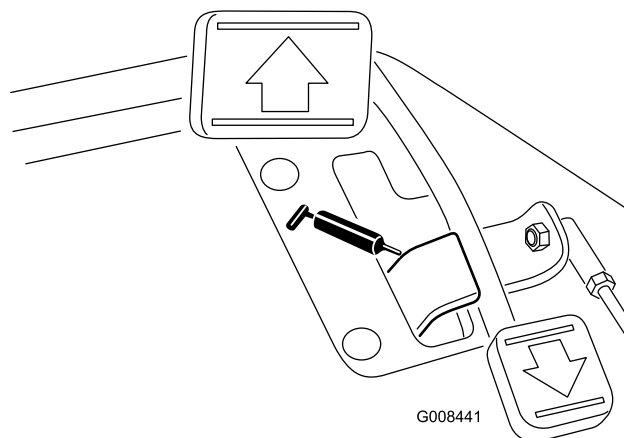

Figura 36
- Perno del pedale della trazione (Figura 36)